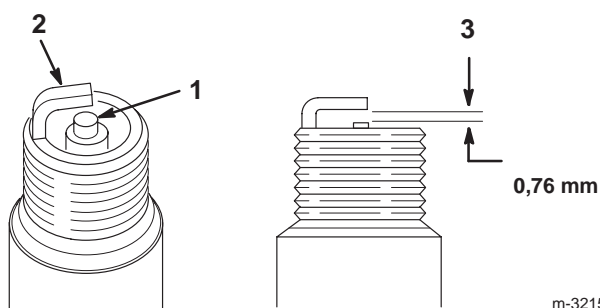

Figure 60
1. Inspectez le centre des bougies (Fig. 60). Si le bec de l'isolateur est recouvert d'un léger dépôt gris ou brun, le moteur fonctionne correctement. S'il est couvert d'un dépôt noir, c'est généralement signe que le filtre à air est encrassé.
2. Contrôlez l'écartement entre l'électrode centrale et l'électrode latérale (Fig. 60). Courbez l'électrode latérale (Fig. 60) si l'écartement est incorrect.